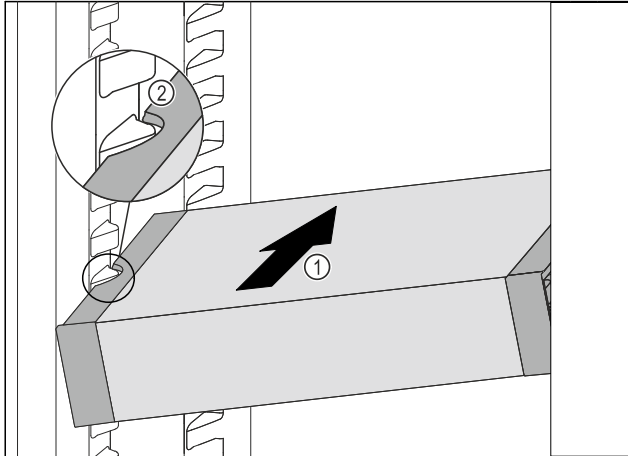

Fig. 99
- ▶ Introduzca el VarioSafe en posición oblicua en el compartimiento del frigorífico Fig. 99 (1) hasta que los huecos laterales Fig. 99 (2) del VarioSafe se encuentren a la altura de la nervadura del recipiente en el compartimento frigorífico.